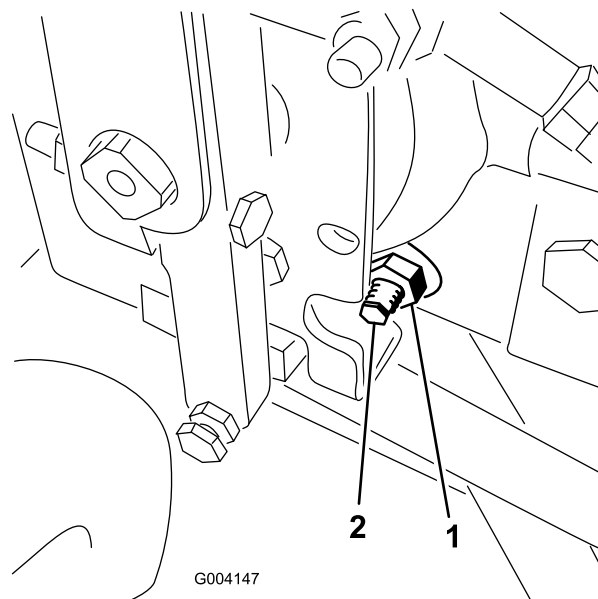

Figura 69
4. Dal lato destro dell'idrostatato, allentate il dado di bloccaggio sulla camma di regolazione della trazione (Figura 69).